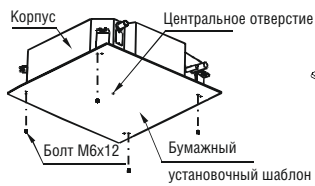

Рис. 5-8
- 2 После установки блока с помощью монтажных болтов (M6x12) закрепите бумажный установочный шаблон на корпусе кондиционера. Это необходимо для определения размеров и расположения отверстия в потолке. (См. рис. 5-8)